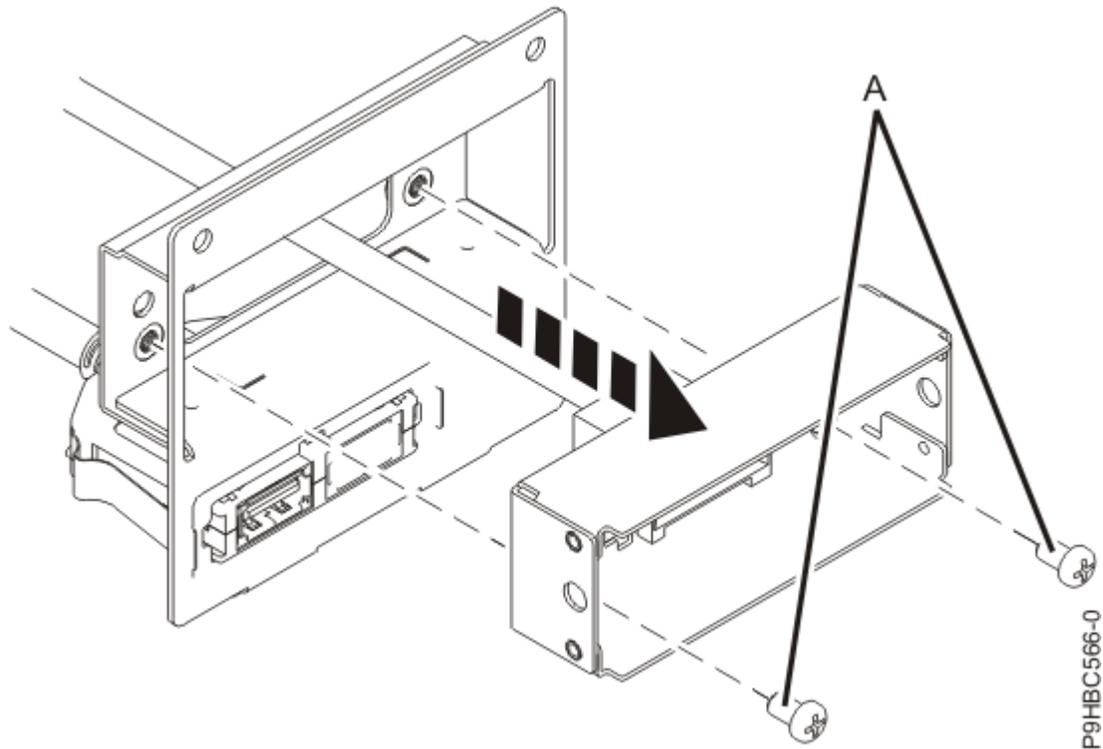

Abbildung 116. Steuerkonsolenanzeigekabel bei einem Einschubsystem aus dem Gehäuse ausbauen
10. Bauen Sie beim Einschubsystem das Steuerkonsolenanzeigekabel mit den zwei Schrauben **(A)** aus dem Gehäuse aus (siehe Abbildung 116 auf Seite 123).